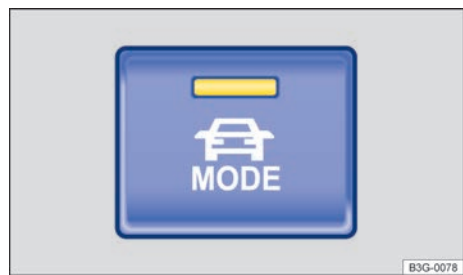

Fig. 141 En la parte inferior de la consola central: tecla de selección del perfil de conducción.
- Pulse la tecla de selección del perfil de conducción  → fig. 141.
- Para cambiar de perfil, pulse de nuevo la tecla de selección del perfil de conducción  → fig. 141 o, en el sistema de infotainment, pulse el botón de función del perfil de conducción deseado.